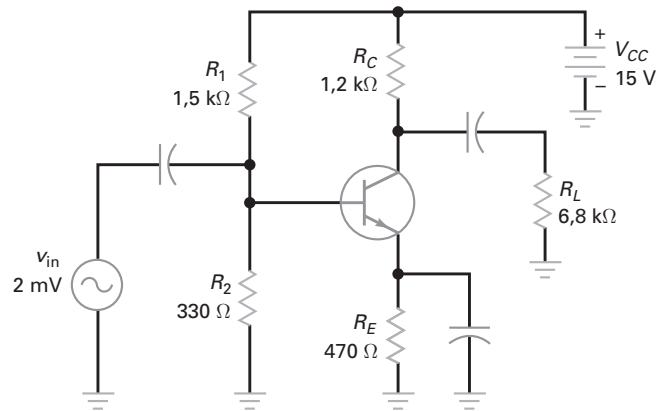

Figura 8-33
- 8-9** Se quisermos uma operação em pequeno sinal na Figura 8-33, qual é o valor máximo permitido para a corrente CA do emissor?
- 8-10** O resistor do emissor na Figura 8-33 foi dobrado. Se quisermos uma operação em pequeno sinal na Figura 8-33, qual é o valor máximo permitido para a corrente CA do emissor?
- 8-14** **III MultiSim** Qual é o valor da resistência CA do diodo emissor na Figura 8-33?
- 8-15** **III MultiSim** Se a resistência do emissor na Figura 8-33 for dobrada, qual é o valor da resistência CA do diodo emissor?
- 8-16** Qual é a impedância de entrada da base na Figura 8-33 se $\beta = 200$?
- 8-17** Se a resistência do emissor na Figura 8-33 for dobrada, qual é o valor da impedância de entrada da base com $\beta = 200$?
- 8-18** Se a resistência de 1,2 kΩ mudar para 680 Ω na Figura 8-33, qual é a impedância de entrada da base se $\beta = 200$?
- 8-19** **III MultiSim** Desenhe o diagrama do circuito equivalente CA para a Figura 8-33 com $\beta = 150$.
- 8-20** Dobre todos os valores de resistências na Figura 8-33. Depois desenhe o circuito equivalente CA para um ganho de corrente de 300.
- 8-37** Na Figura 8-33, a resistência equivalente de Thevenin vista pelo capacitor de desvio é de 30Ω . Se o emissor está supostamente aterrado para CA sobre uma faixa de 20 Hz a 20 kHz, qual deve ser o valor do capacitor de desvio?